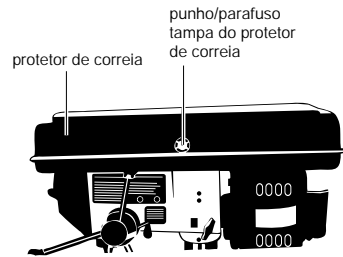

FIGURA 9
4. Utilize uma chave de fenda tipo Phillips para apertar devidamente o parafuso e o punho (Figura 9).